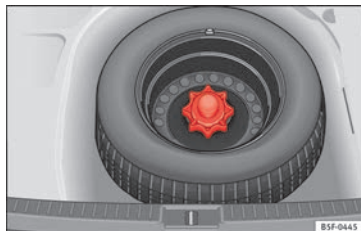

Abb. 181 Notrad: hochgeklappter Ladeboden
- Heben Sie den Ladeboden an und halten Sie ihn in dieser Position, um das Notrad herausnehmen zu können » **Abb. 181**.